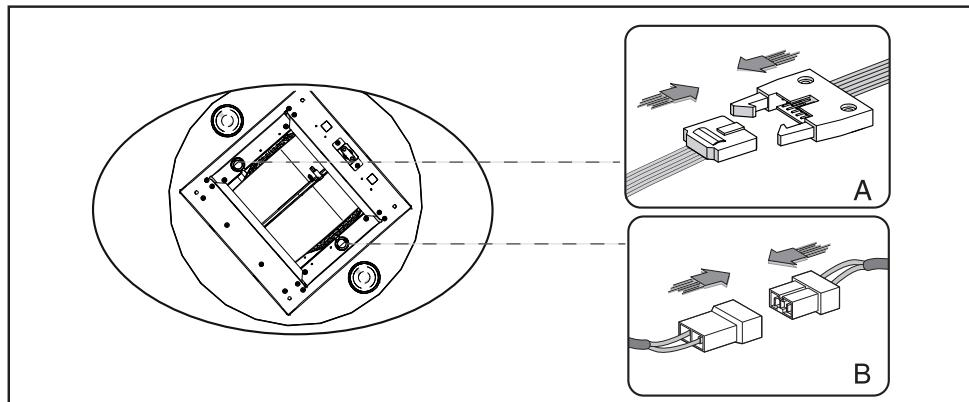

Fig.14
6. Realice las conexiones eléctricas entre el cuerpo de la campana y el grupo motor (**Fig.14 A y B**).